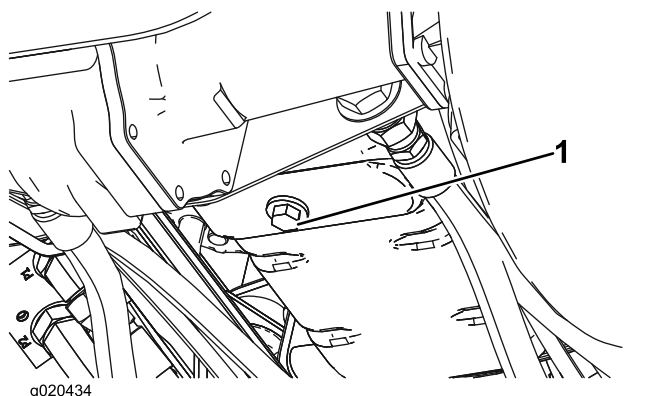

Figure 74
1. Retirez le bouchon de vidange (Figure 74) et laissez couler l'huile dans un bac de vidange. Remettez le bouchon en place lorsque la vidange d'huile est terminée.